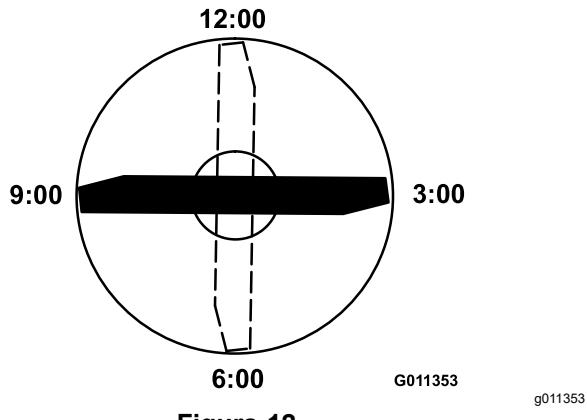

Figura 12
- Posicione a extremidade de corte da extremidade marcada da lâmina nas 12 horas (a direito na direção do corte) (Figura 12) e meça a altura da mesa à extremidade de corte da lâmina.
- Rode a extremidade marcada da lâmina para as posições das 3 horas e das 9 horas (Figura 12) e meça as alturas.